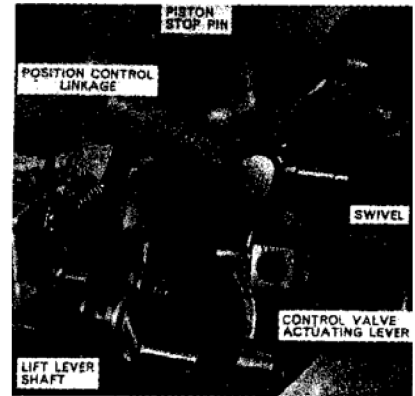
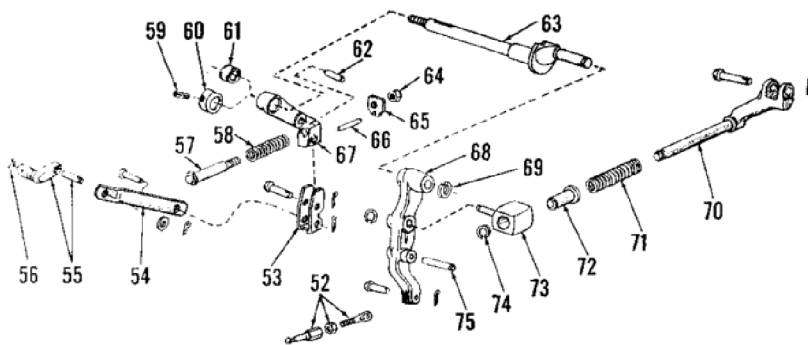

Fig. 407-Verwijderen van de bedieningsarm montage van lift bediening helt.
Fig. 406—Exploded view of hydraulic system control linkage. Spacer (61) is used on model 2000; cam (60) is used on models 3000 and 4000.
onder spanning is niet wenselijk. De special wasmachine kan worden geïnstalleerd zonder opnieuw te verplaatsen van andere onderdelen. Draai de liftschacht om de ram arm naar voren te bewegen en verwijder de ontwerpcontrole plunger en Overschrijven veer van achter opening in dekking zoals afgebeeld in Fig. 404. Maak de liftarmen los en haal de zuigerstang los van de ram arm. Verwijder de liftschachtbussen (80—Fig. 405) en liftschacht (78) uit de liftdeksel en verwijder vervolgens de ram arm en stuwkrachtwaser (76) aan de rechterkant van de ram arm. Verwijder de snapring (69—Fig. 406) en verwijder de bedieningshendel (68) en draaibare montage zoals afgebeeld in Fig. 407. Verwijder het kwadrant (retainer) (16—Fig. 401) uit de ondersteuning (17) (vroegere modellen), verwijder vervolgens de bedieningshendel met behoud van moer (11), veerwaser (12), platte wasmachine (13), hendel (14), Woodruff-sleutel (18) (vroegere modellen) en de wrijvingschijf (15). Maak de bedieningshendel as sunnort los. (171 van
liftdeksel en schuif de steun uit de schacht. Verwijder de cotterpen en platte ring die de koppeling (54—Fig. 406) behouden naar de keuzehendelas (55), verwijder vervolgens de as van de bedieningshendel en de koppeling van de positieregeling zoals afgebeeld in fig. 409.